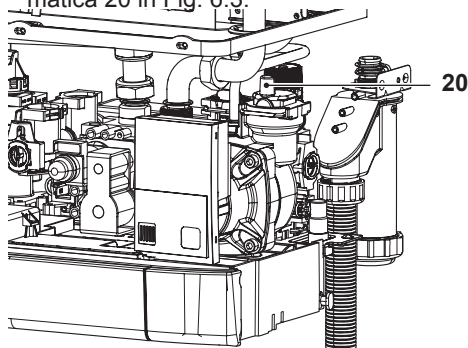

Fig. 6.3
- Svitare il tappo della valvola di sfiato automatica 20 in Fig. 6.3.